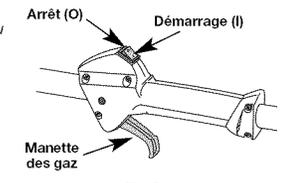

Fig. 7
REMARQUE: Il n'est pas nécessaire de faire démarrer la machine. La commande démarrage et arrêt est en position démarrage (I) en permanence (Fig. 7).
- REMARQUE:** Il n'est pas nécessaire de faire démarrer la machine. La commande démarrage et arrêt est en position démarrage (I) en permanence (Fig. 7).
- Appuyez sur la commande Marche/Arrêt Stop et maintenez-la en position ARRÊT (O) jusqu'à ce que le moteur s'arrête complètement (Fig. 7).